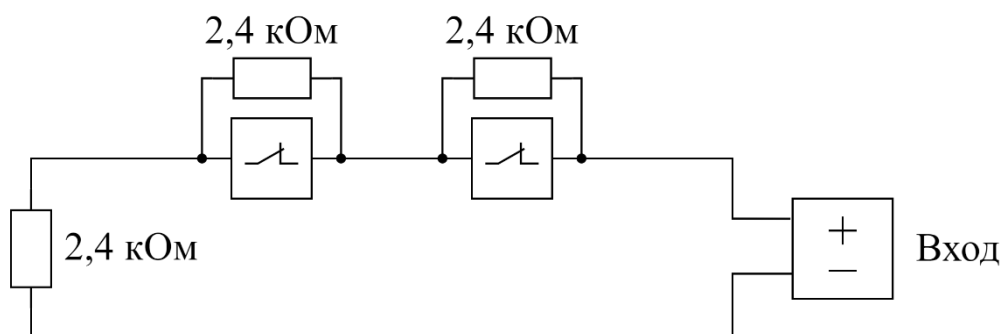

Рис. 11
- Схема подключения датчиков с **нормально замкнутыми** внутренними сухими контактами представлена на рис. 11.